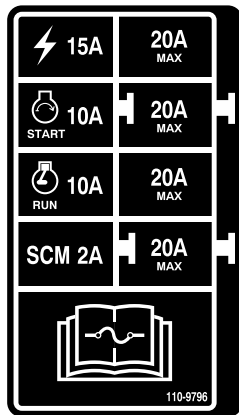

Figura 75
**Importante:** Si es necesario cambiar un fusible, utilice siempre un fusible del mismo tipo y amperaje que el fusible que está sustituyendo; si no, podría dañar el sistema eléctrico. Consulte la pegatina situada junto a los fusibles que contiene un esquema de cada fusible y su amperaje (Figura 75).